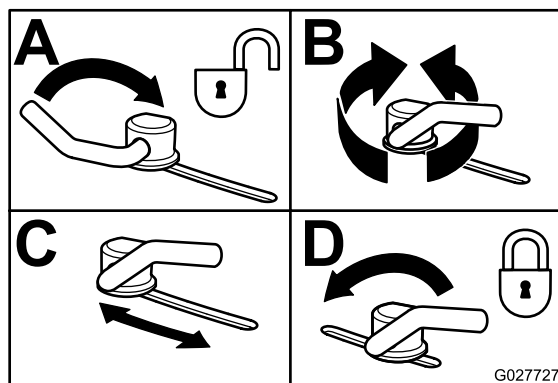

Figura 38
3. Para ajustar os bloqueios do excêntrico, rode a alavanca para cima para libertar o bloqueio do excêntrico (Figura 38).
5. Rode novamente a alavanca para apertar o abafador e os bloqueios do excêntrico (Figura 38).